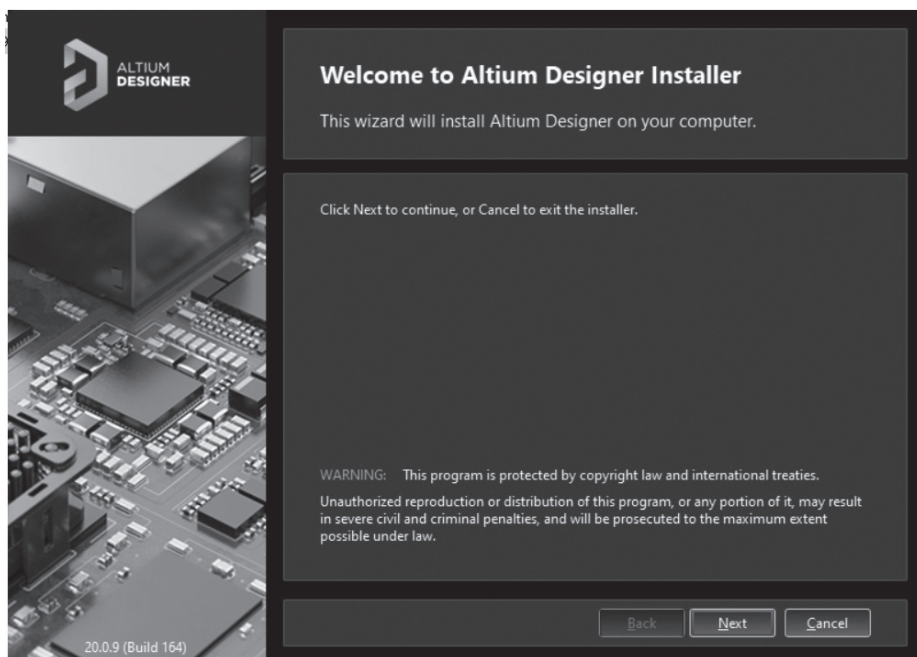
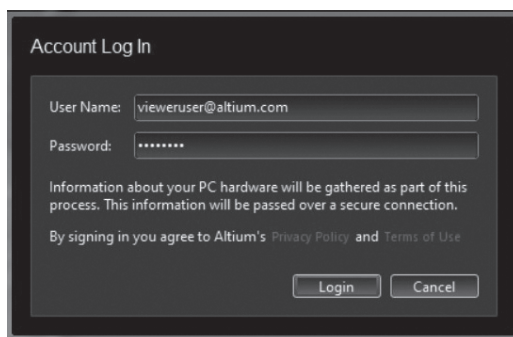

图 1-8 安装界面
图 1-9 授权的账号名及密码
(3) 打开 AltiumDesignerSetup_20_0_9.exe 文件开始联网安装, 安装界面如图 1-8 所示。基本上只需要一路单击“Next”就行, 但是中间需要输入授权的账号名及密码, 如图 1-9 所示。只有验证通过后才能继续安装, 否则安装就会停止并退出。